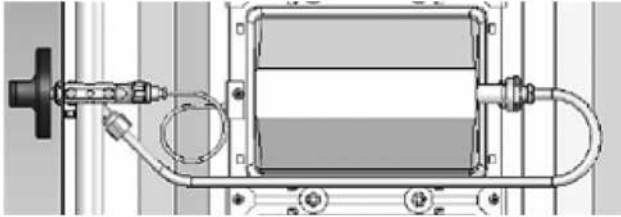

Abb. 6
- Das Rohr der Gaszuleitung ist an seinem Platz ähnlich zu befestigen (Abb. 6).
- Den Drehknopf zurückmontieren (Abb. 6).